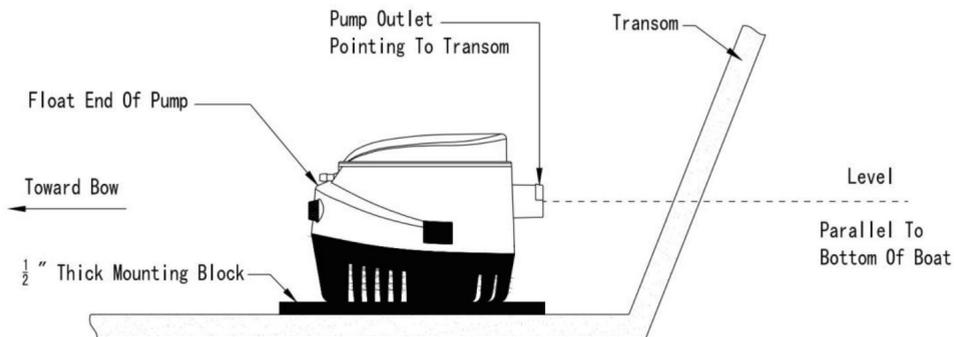

Figure 1
1. Assurez-vous que l'épaisseur de la coque est d'au moins 1/2" (1,27 cm). Sinon, placez un bloc de contreplaqué marin de 1/2" (légèrement plus grand que la base de la pompe) dans la partie la plus basse de la cale. Assurez-vous que le couvercle de la pompe peut être retiré pour le nettoyage dans cette position. Collez le contreplaqué à la coque avec un adhésif imperméable (époxy, adhésif silicone ou résine de fibre de verre). Voir la figure 1.
Assurez-vous que la buse de sortie est de niveau. Si elle est dirigée vers le haut ou vers le bas, un sas peut se former dans la pompe. (Voir Figure 1)
3. L'extrémité flottante de la pompe doit être au même niveau ou au-dessus de l'extrémité de la pompe (Voir figure 1). Cela empêche la pompe de manquer d'eau pendant que le flotteur est encore suffisamment haut pour activer la pompe.
4. Marquez l'emplacement des trois (3) trous de montage avec un crayon ou un scribe.